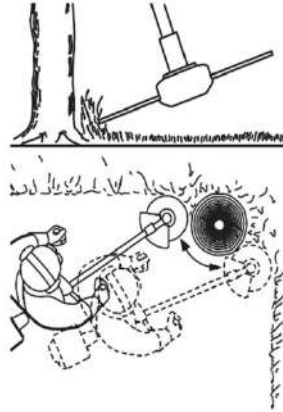

Рисунок 15. Схема скошування трави навколо дерев.
3. Під час скошування пересувати виріб повільно та обережно, щоб жилка не торкалася стовбура дерева й не пошкодила кору. Кожне дерево обходити зліва направо по колу (рис. 15).